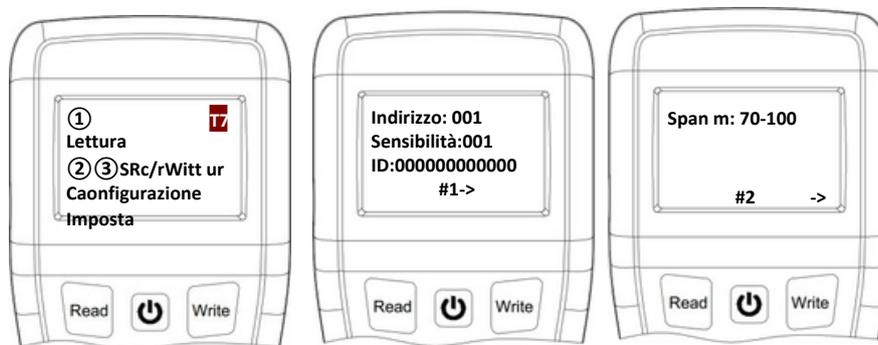

Figura 9
5. Premere il pulsante "Exit" per cancellare e uscire. (Figura 9)